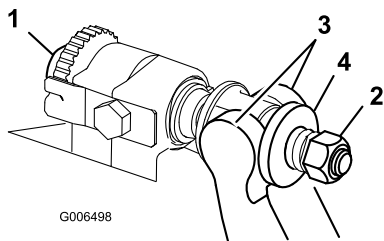

Bild 25
1. Drehen Sie die Einstellschrauben des Untermesserträgers nach links, damit sich der Abstand zwischen Untermesser und Spindel vergrößert (Bild 25).
2. Drehen Sie die Federspannungsmutter so weit hinaus, bis die Scheibe nicht mehr gegen den Untermesserträger angespannt ist (Bild 25).